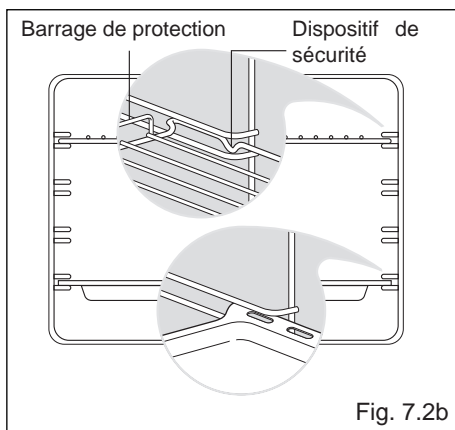

Fig. 7.2b
- Faire glisser sur les guides la grille et la lèche-frite fig. 7.2b.